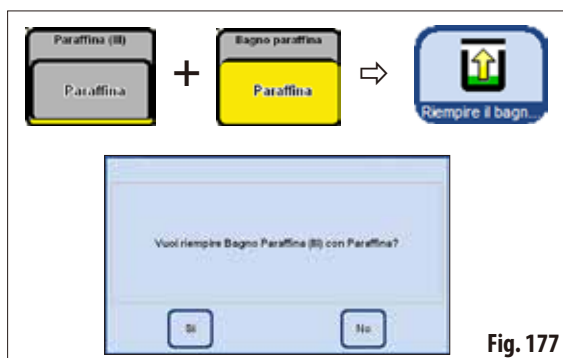

Fig. 177
- Confermare la domanda visualizzata (fig. 177) con **SÌ**.